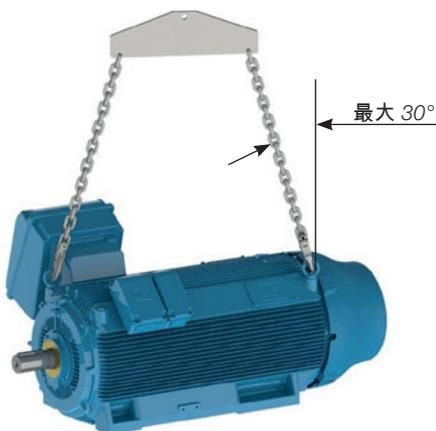

图4.5 - 水平HGF, W40和W50电机的最大合成角度
- 对于HGF, W40和W50电动机，如图4.5所示，相对于垂直轴的最大合成角度不应超过30°；